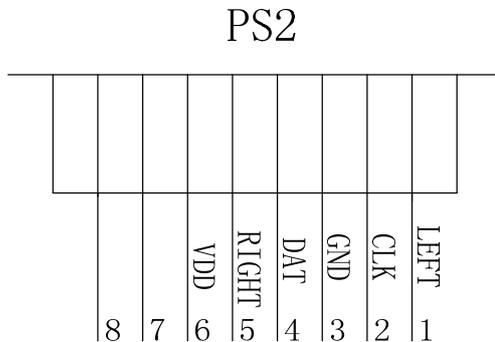

图 2
8.1、接口。图 2 接口只是事例，可以根据不同的应用做相应的修改。